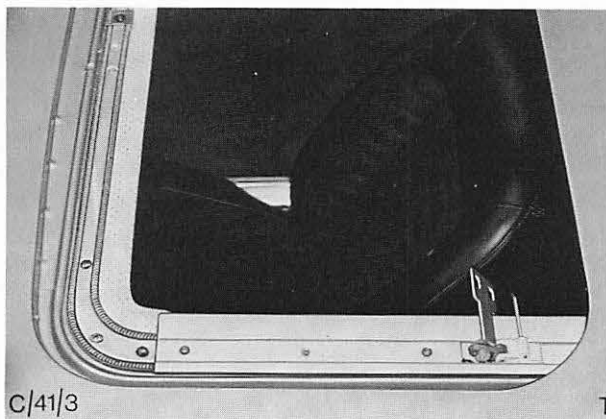

Abb. 2 Vordere Seilzugabdeckung
1. Kurbeldachdeckel ganz öffnen. 4 Blechschrauben außen sowie 2 Schrauben innen von der vorderen Seilzugabdeckung entfernen. Abb. 2.